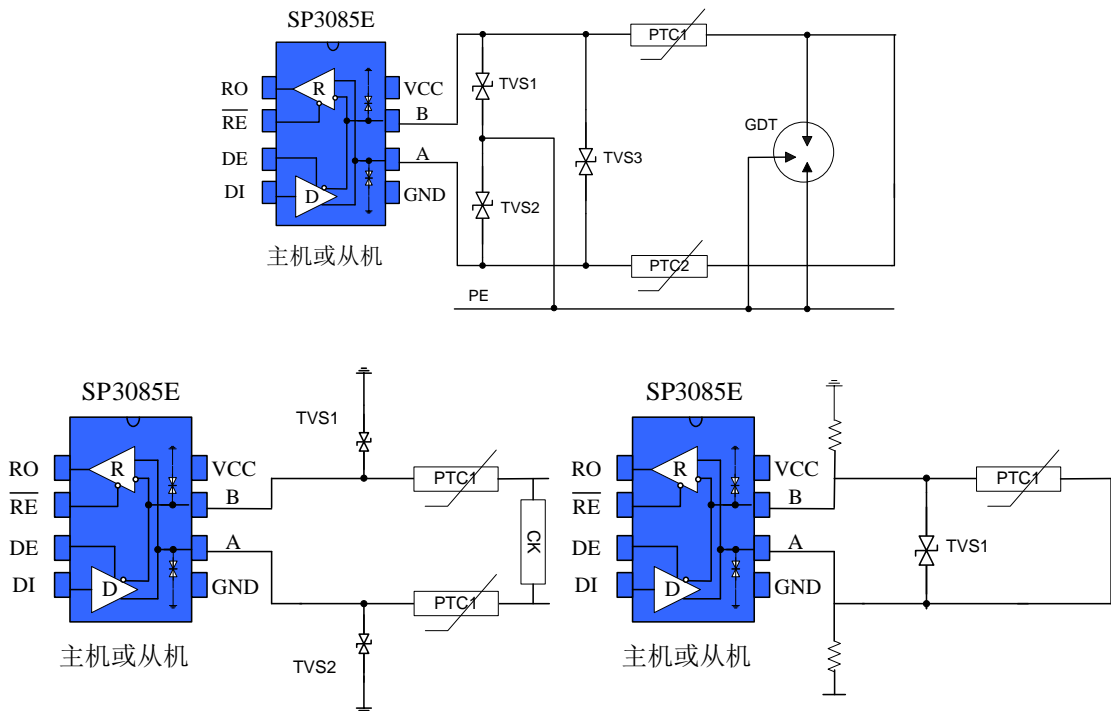

图 13 端口防护方案
5.3 总线端口防护： 在恶劣的环境下，RS485 通讯端口通常都做好静电防护、雷击浪涌防护等额外的防护，甚至还需要做好防止 380V 市电接入的方案，以避免智能仪表、工控主机的损坏。图 13 为常见的 3 种 RS485 总线端口防护方案。第一种为 AB 端口分别并联 TVS 器件到保护地，AB 端口之间并联 TVS 器件、AB 端口分别串联热敏电阻、并接气体放电管到保护地形成三级保护的方案；第二种为 AB 分别并联 TVS 到地、串联热敏电阻，AB 之间并联压敏电阻的三级防护方案；第三种为 AB 分别接上下拉电阻到电源与地，AB 之间接 TVS，A 或 B 某一端口接热敏电阻的方案。